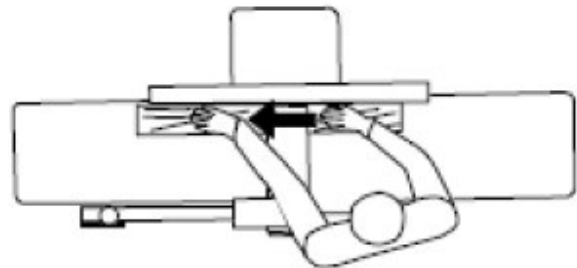

Abb. 13: Versatzstellung des Bedieners zum Einlauftisch
Schritt 2: Nach dem Schnitt ruht die neue Oberfläche fest auf dem Auslauftisch. Die linke Hand wird auf die Ausgabeseite (Abbildung 13) übertragen und drückt auf diesen Teil des Werkstücks, wobei gleichzeitig der ebene Kontakt mit dem Anschlag aufrechterhalten wird. Die rechte Hand drückt auf das Werkstück in Vorwärtsrichtung. Bevor die rechte Hand den Schneidkopf erreicht, sollte Sie zum Werkstück auf dem Auslauftisch bewegt werden.